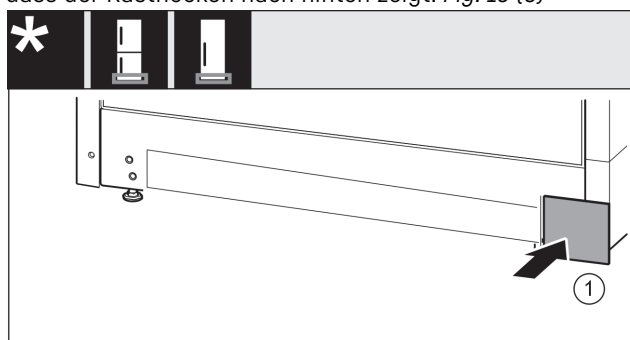

Fig. 14
- ▶ Abdeckung auf der anderen Seite wieder aufsetzen. Fig. 14 (1)